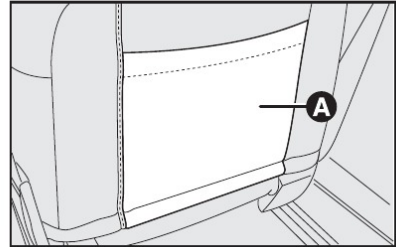

fig. 86
**A-fig. 86** - Encosto dos bancos dianteiros.